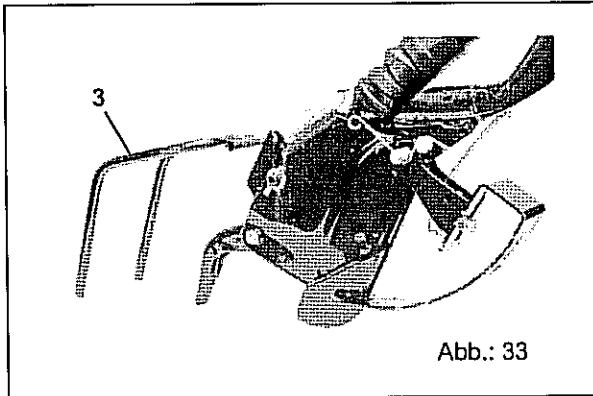

Abb.: 33
**Scharstriegel (Abb. 33):** nur für Schleppschare